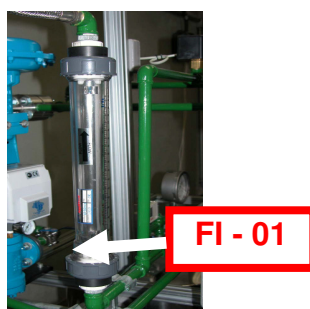

Figura 9 - Rotâmetro
- c) Assim que o LED, ao lado de At, parar de piscar e apagar, manter a bomba funcionando em torno de 30 segundos, ler e anotar o valor da vazão indicada no Rotâmetro, figura 9.